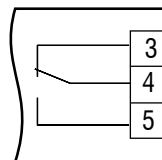

Fig. 5.2 Salida a relé
- Las salidas deben ser cableadas según las figuras Fig. 5.2...5.8.